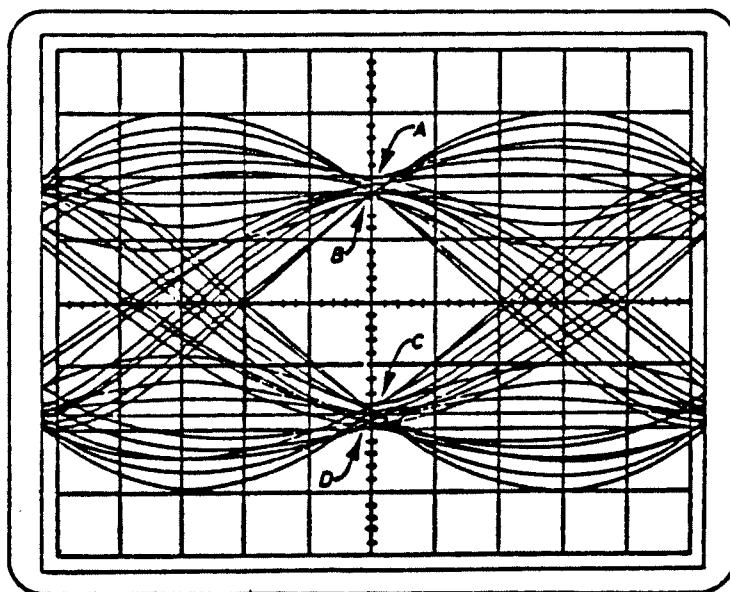

Bild 2
Ett typiskt öga visas på bild 2.
- 3.4.4.7 Beräkna storleken på "ögonöppningen" genom att jämföra avståndet A-D, se bild 2, med avståndet B-C. Avståndet B-C skall vara lika med eller större än halva avståndet A-D.